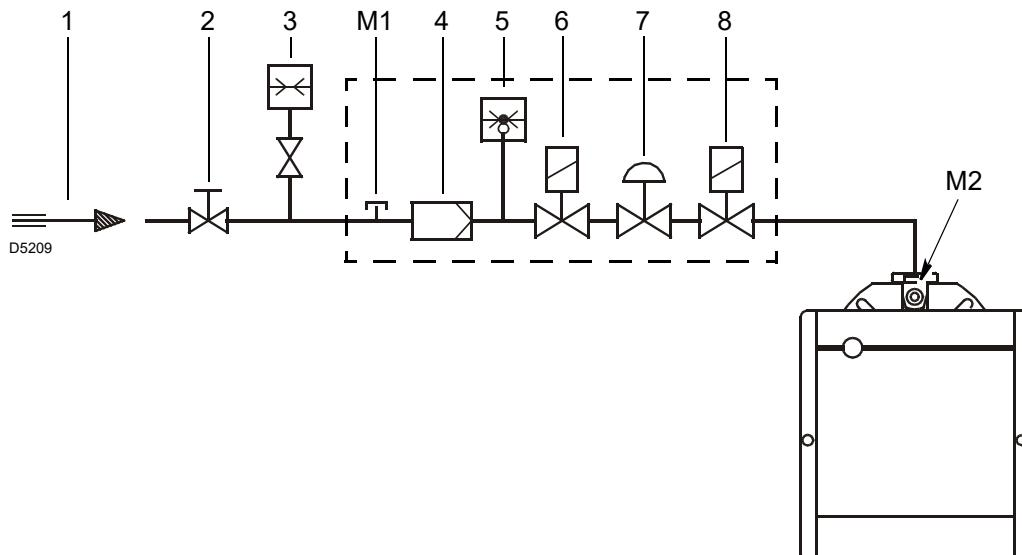

Fig. 17
Leyenda (Fig. 17)
Para conocer la presión del gas necesario en la toma M2)(Fig. 17), fijada la potencia máxima de modulación a la cual se desea que funcione el quemador:
Presión del gas medida en la toma M2)(Fig. 17 en pág. 19), con:
- sustraer de la presión del gas en la toma M2)(Fig. 17 en pág. 19) la presión cámara de combustión.
Presión del gas en la toma M2)(Fig. 17) = 10,0 mbar
- Leer a la derecha, columna 1, la presión en la toma M2)(Fig. 17 en pág. 19).